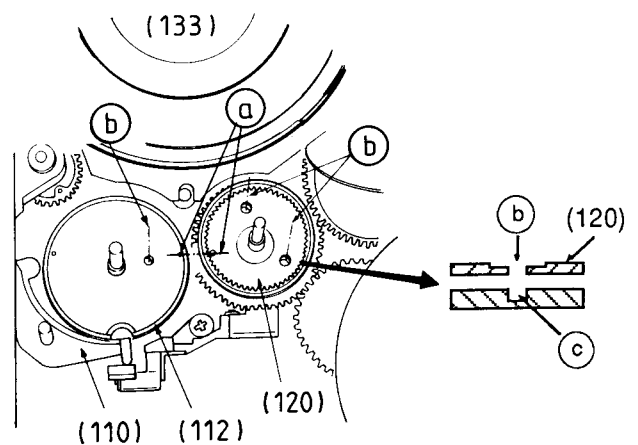

Fig. 49
- Ringrad (120) so einbauen, daß die Markierungslöcher (b) im Ringrad mit den Markierungslöchern (c) im Laufwerkchassis übereinstimmen (Fig. 49).
- Kurvenrad (112) so einbauen, daß das Markierungsloch (b) mit dem Markierungsloch (c) im Laufwerk übereinstimmt und das Markierungsloch (a) dem Markierungsloch (a) des Ringrades (120) gegenübersteht.
- Sperrhebel (110) einsetzen.
- Kurvenrad (111) so auf das Kurvenrad (112) stecken, daß sich die Markierungslöcher (a) des Kurvenrades (111) und des Untersetzungszahnrads (64) gegenüberstehen. Gleichzeitig müssen die Markierungslöcher (b) der Kurvenräder (111) und (112) genau übereinander liegen (Fig. 49 / 50).
- Fit the ring gear (120) so that the marked holes (b) in the Ring Gear lines up with the marked holes (c) in the mechanical chassis (Fig. 49).
- Fit the Sub Cam Gear (112) so that the marked hole (b) lines up with the marked hole (c) in the mechanics and that the marked hole (a) faces towards the marked hole (a) on the Ring Gear (120).
- Fit the Locking Lever (110).
- Fit the Cam Gear (111) onto the Sub Cam Gear (112) so that the marked holes (a) on the Cam Gear (110) and the Reduction Gear (64) are aligned towards each other. In this position the marked holes (b) on the Cam Gears (111) and (112) must lie accurately over each other (Fig. 49 / 50).